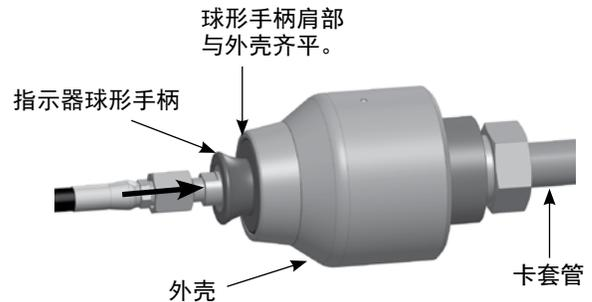

图 2 处于预装位置的指示器球形手柄
5. 向前推动指示器球形手柄，直至卡入到位为止。球形手柄肩部应与液压外壳齐平。参见图 2。